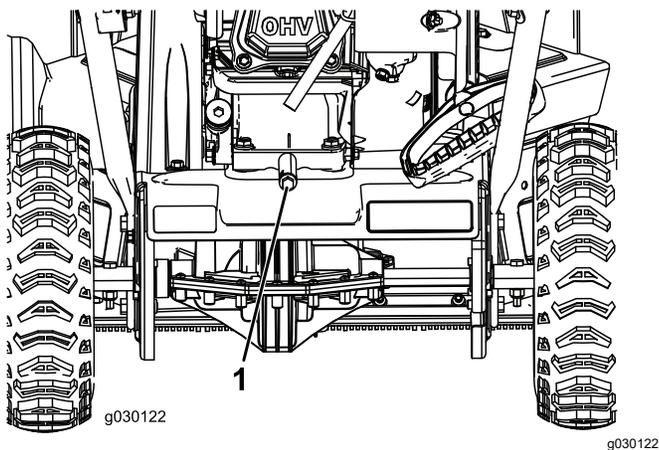

Figure 17
2. Nettoyez la surface autour du bouchon de vidange d'huile (Figure 17).
3. Placez un bac de vidange sous le bouchon de vidange et retirez le bouchon; basculez la machine en arrière et vidangez l'huile usagée dans le bac de vidange (Figure 17).